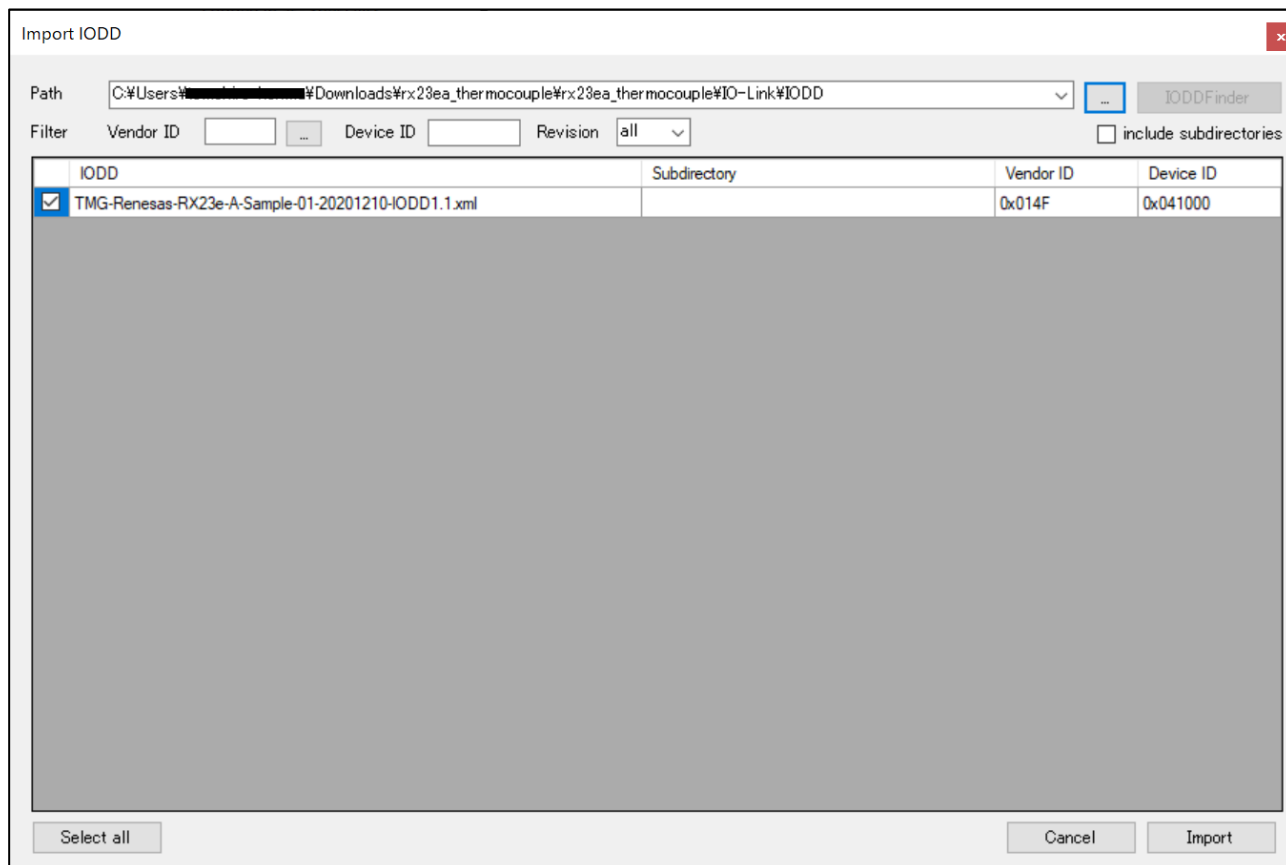

図 5-3 IO-Link Device Tool V5.1 – PE (IODD ファイルのロード)
2. パスを入力するか、IODD ファイルがあるフォルダを選択します。本サンプルアプリケーションの IODD ファイルは、ダウンロードしたサンプルプロジェクトファイル内の「IODD」フォルダにあります。図 5-3 のように、IODD ファイルは自動検出されます。